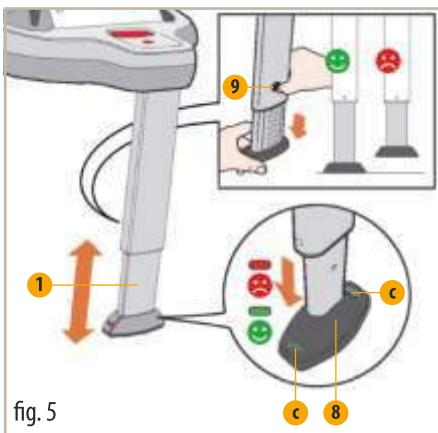

fig. 5
Tryck på justeringsknappen (9): dra ut stödbenet (1) tills det nuddar fordonets golv. Stödbensindikatorn (C) på foten (8) visas GRÖN (fig. 5).
**VARNING!** Stödbenet (1) måste alltid vara i direkt kontakt med fordonets golv. Det får inte finnas några föremål eller mellanrum mellan fordonets golv och foten (8) på benet. Om det finns förvaringsfack i bilplattformen är det nödvändigt att kontakta fordonstillverkaren.